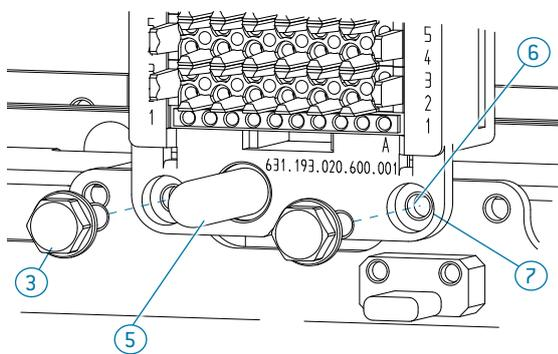

Abb.73
- ▶ Richten Sie den Steckverbinder so aus, dass die Führungsstifte (4) (5) in Steckrichtung zeigen.
- ▶ Positionieren Sie die Seite mit den zwei Führungsstiften (4) nach oben. Beachten Sie dabei die Steckplatzbeschriftung oben.
- ▶ Richten Sie die Bohrungen des Steckverbinders (7) über den Gewindebohrungen des Adapters (ITA) (6) aus.
- ▶ Befestigen Sie den Steckverbinder mit den vier Schrauben (3). Beachten Sie dabei das angegebene Anzugsdrehmoment.
- ▶ Der Steckverbinder (1) muss nach der Montage schwimmend gelagert sein (Abb. 73).
- ▶ Bitte verwenden Sie eine angemessene Kabellänge für den Kabelbaum der Stecker (3). Um die Stecker (3) zu entfernen, diese nach vorne ziehen, leicht drehen und den Stecker durch den Receiver schieben.